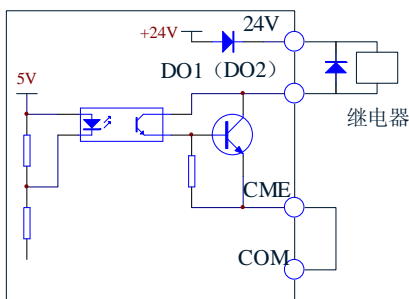

图 3-27 多功能输出端子接线方式1
1) 多功能输出端子D01, D02可使用变频器内部的24V电源, 接线方式请参见图3-27。